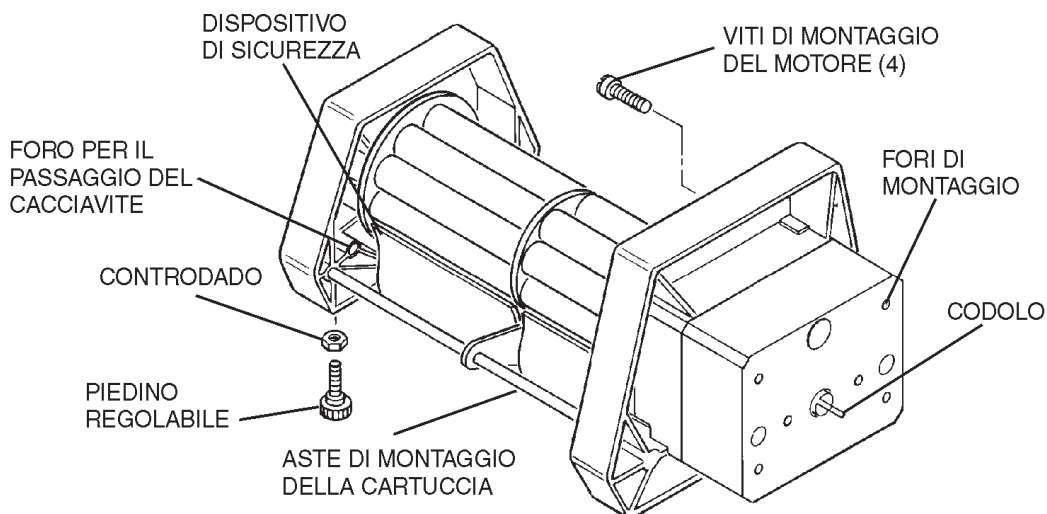

FIGURA 2 MONTAGGIO DELLA POMPA
1. Collegare la pompa all'azionamento allineando il codolo nella testa pompante con la fessura nell'albero motore (vedi Figura 2).